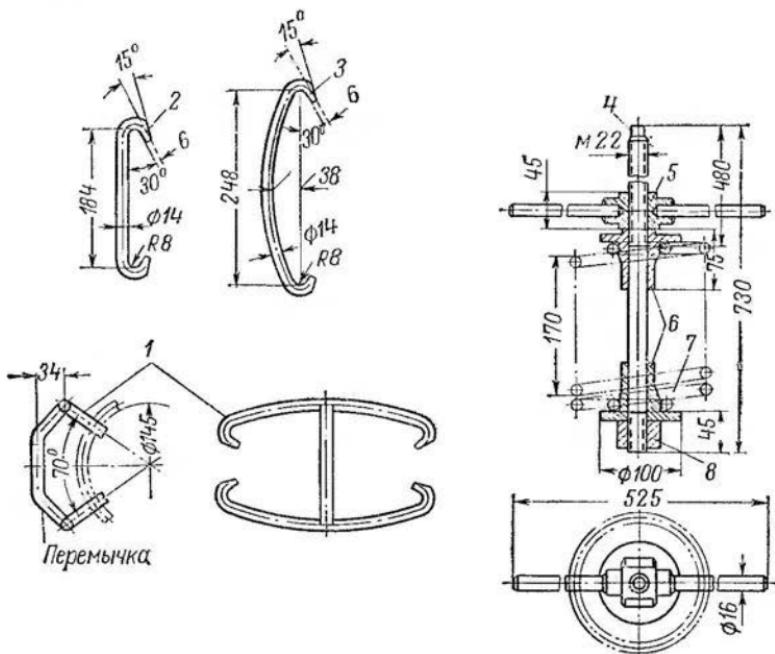

Рис. 168. Приспособление для демонтажа
**Снятие пружин откидывания кабины.** Пружины снимают при помощи стяжек и приспособления (рис. 168) поочередно, т. е. вначале левую пружину, а затем правую.
Откинуть кабину на величину, при которой между вторым и третьим витками сверху можно было завести стяжку 3 (см. рис. 168) и зацепить ее за третий виток.
При необходимости, пользуясь приспособлением (см. рис. 168), пружину вместе со стяжкой можно сжать, снять стяжку и, отвертывая гайку 5, разжать пружину и снять с приспособления.
на опущенной кабине один конец малой стяжки 2 (см. рис. 168) зацепить за верхний большой виток пружины, затем монтажной лопаткой, входящей в комплект инструмента водителя, поджать нижний большой виток пружины и за него зацепить другой конец стяжки;
Пружину в свободном состоянии надеть на винт 4 (см. рис. 168) так, чтобы крепежный виток лежал на опоре 6.